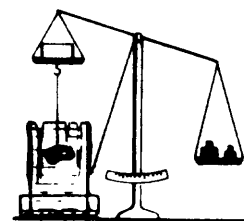

Fig. 8
- b) Se sumerge la piedra en un recipiente *completamente* lleno. El equilibrio se rompe y la piedra desplaza un cierto volumen de agua que se derrama (fig. 8).